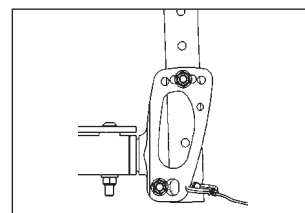

Figura 2
2. Per poter regolare l'angolo dello schienale, il foro sul tubo dello schienale deve essere allineato con il foro sulla piastra di collegamento (Figura 2).